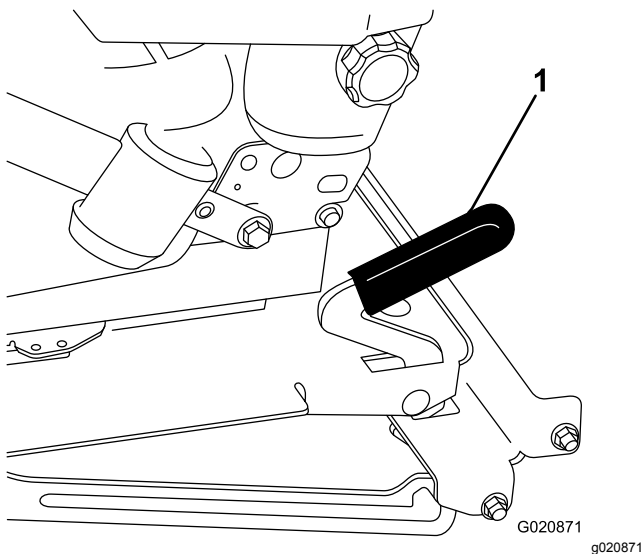

Figura 42
2. Tire del enganche del asiento hacia adelante y levante para desenganchar el asiento (Figura 42).